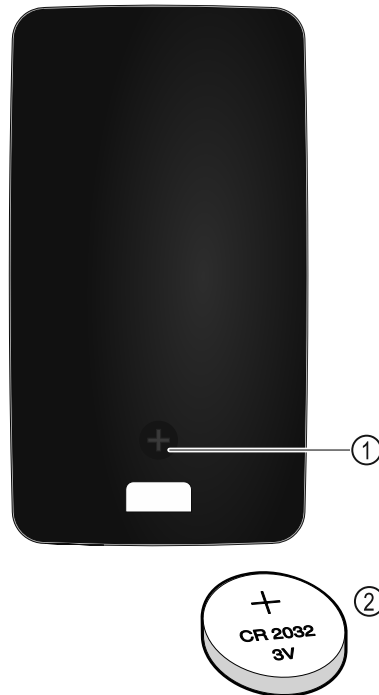

Fig. 149
Nuotolinio valdymo pultui elektros srovė tiekama iš CR 2032 tipo 3V baterijos Fig. 149 (2), kurią galima įsigyti specializuotos prekybos vietose.
- ▶ Išsukite varžtą Fig. 149 (1) galinėje nuotolinio valdymo pulto pusėje.